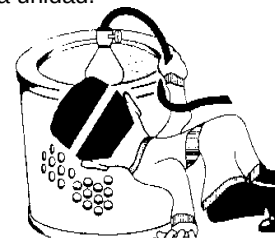

FIGURA 5-3- INSPECCION DEL ELEMENTO DE FILTRO
- d. Cuando el elemento esté completamente limpio inspecciónelo cuidadosamente para ver si hay pequeñas rupturas o agujeros o para ver si las empaquetaduras están dañadas. Un buen método para detectar rupturas en el material del filtro de papel es colocar una luz dentro del elemento del filtro como se muestra en la Figura 5-3 e inspeccionar la superficie externa del elemento de filtro. Si se encuentran orificios o rupturas, no reutilice el elemento. Deseche e instale una nueva unidad.
- d. Cuando se haya completado la limpieza, inspeccione el elemento de filtro como se muestra en la Figura 5-3 y si se notan orificios o rupturas, bote el elemento.